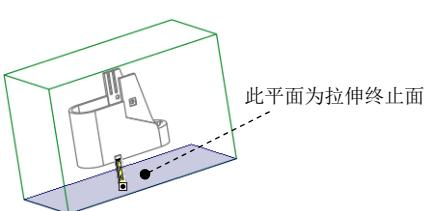

图 19.19 选取拉伸终止面
① 在“拉伸”操控板中选取深度类型 (到选定的)。
② 将模型调整到图 19.19 所示的视图方位，选择图 19.19 所示的平面为拉伸终止面。
(6) 在“拉伸”操控板中单击 按钮，完成特征的创建。